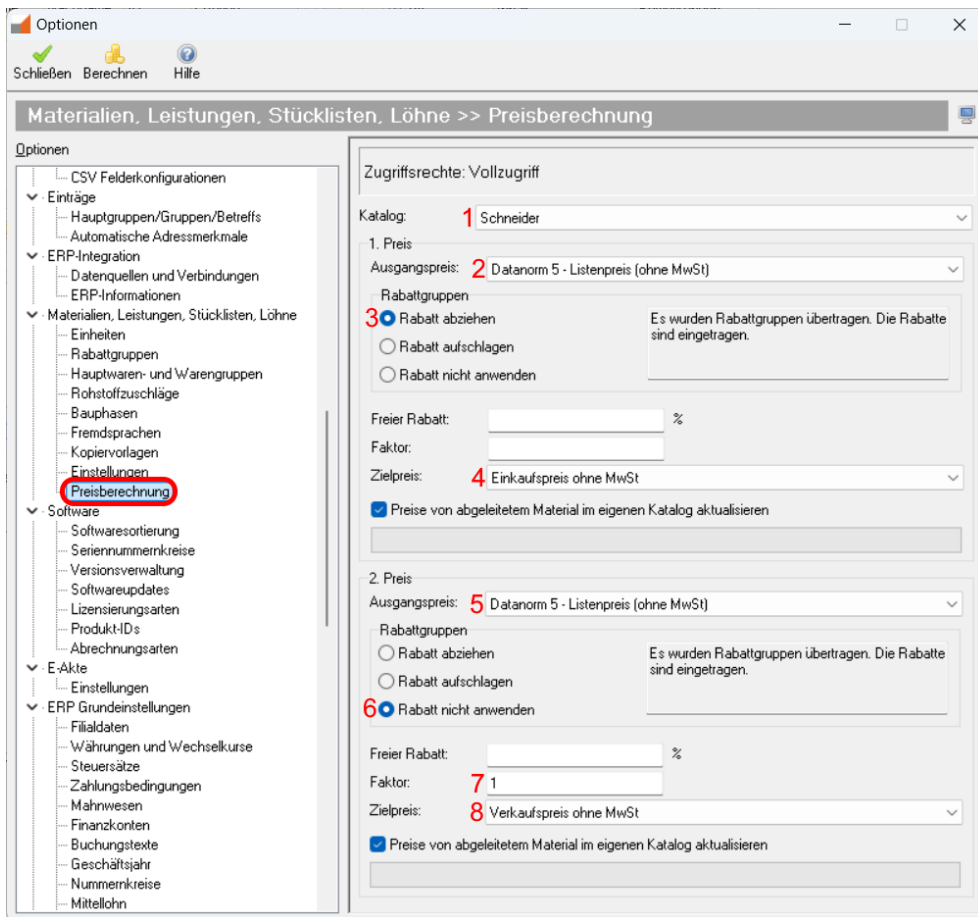

Abbildung 3.3.9: Einstellungen zur Berechnung des EK- und VK-Preises (Beispiel)
3. Wähle in dem Feld **Katalog** den Katalog, zu dem eine Preisberechnung durchzuführen ist (siehe **Abbildung 3.3.9, Markierung 1**).